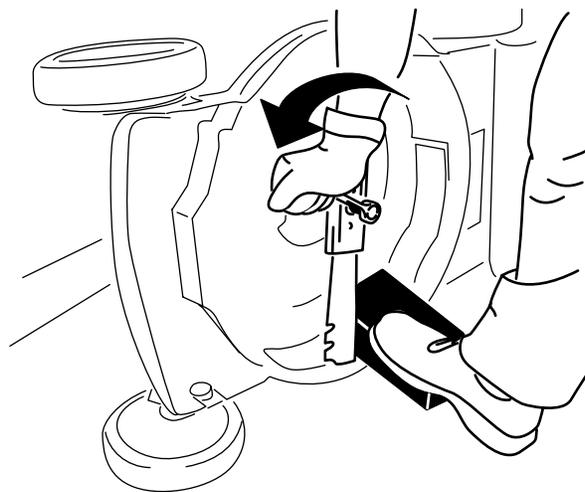

Figura 24
2. Utilize um bloco de madeira para manter a lâmina segura (Figura 24).
3. Retire a lâmina guardando todo o equipamento de montagem (Figura 24).